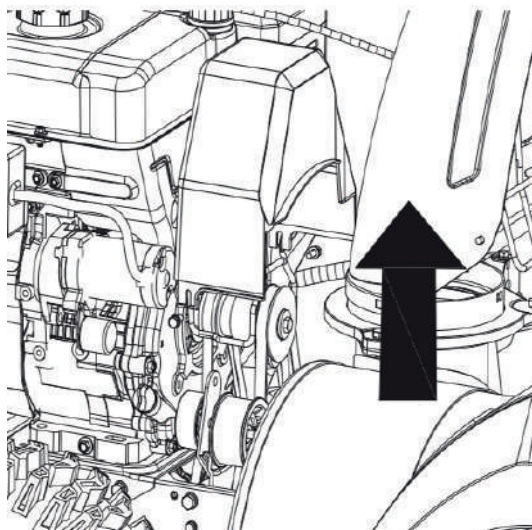

Рис. 24
1. Снимите крышку ремня безопасности на передней панели двигателя, открутив два самореза. См. рисунок 24.